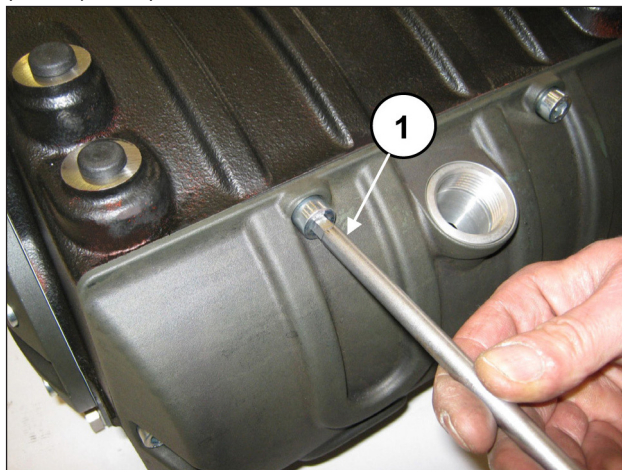

Рис. 2
Ниже описан правильный порядок действий. Полностью слейте масло из насоса, а затем снимите крышку картера (с соответствующим уплотнительным кольцом круглого сечения O-ring), открутив 6 винтов M10 (поз. ①, Рис. 2).